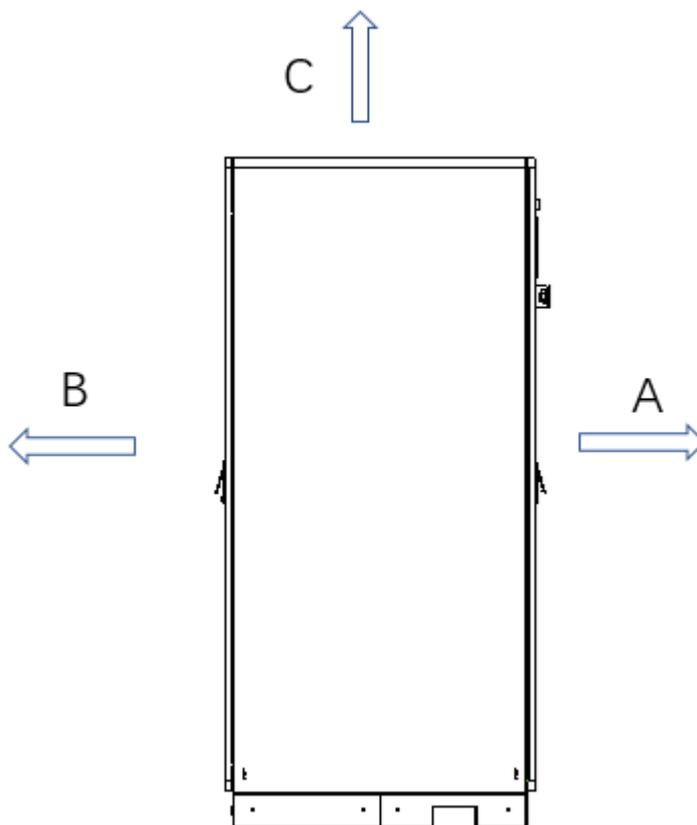

Abb. 1-4. Anforderungen an Installationsposition für H30-Indoor
- Beim manuellen Transport kleinerer Produkte (z.B. Batterie) dürfen die in Abbildung 1-4 dargestellten Positionen der Anschlüsse A und B nicht angefasst werden, und der Schwerpunkt muss auf dem vorderen Griff und dem Gehäuse liegen.